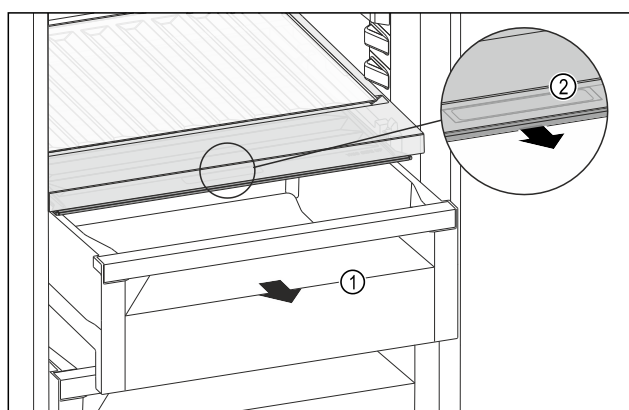

Fig. 113
- Zásuvku Fig. 113 (1) vytáhněte.
- Uchopte prohlubeň pro rukojeť Fig. 113 (2) na víko zásuvky a současně zatáhněte za víko zásuvky směrem dopředu.